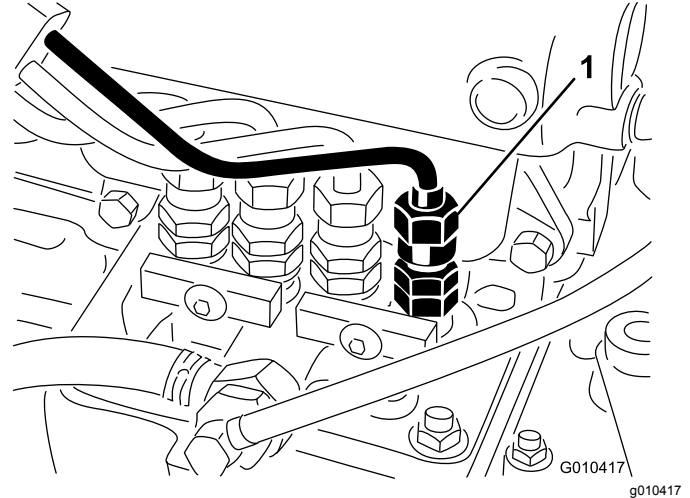

Bild 36
1. Lockern Sie den Leitungsanschluss an der Injektordüsen- und Halterungsgruppe Nr. 1 an der Einspritzpumpe (Bild 36).